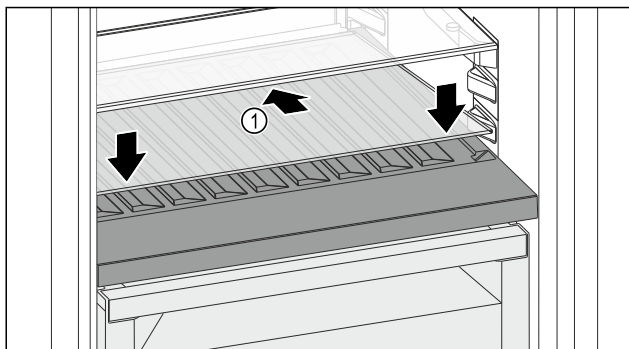

Fig. 99
- Skleněnou desku Fig. 99 (1) zasuňte šikmo a skloněnou dozadu dolů.
- Skleněnou desku Fig. 99 (1) vpředu spusťte dolů.